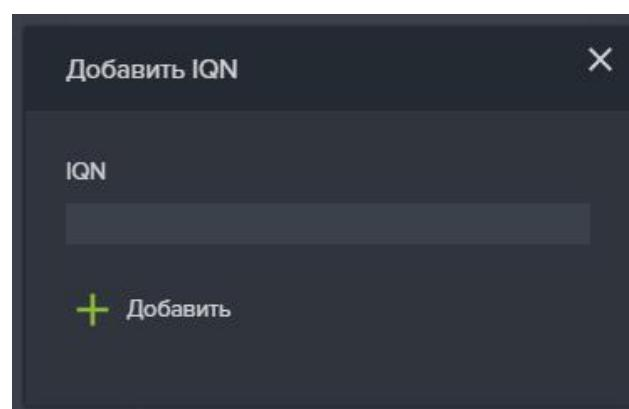

Рисунок 85. Добавление IQN клиенту
7. Введите IQN клиента в открывшемся окне и нажмите на кнопку «Добавить». (см. Рисунок 85);